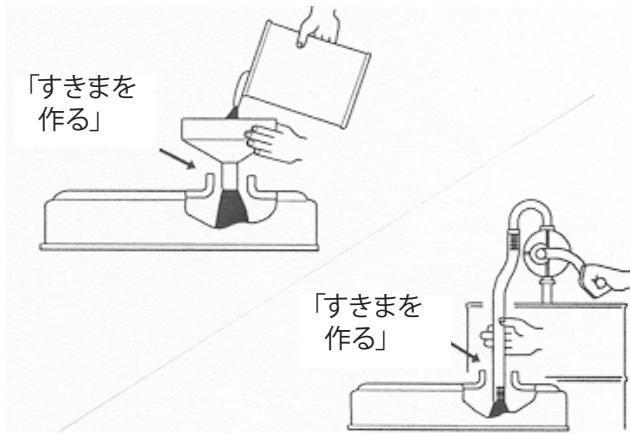

図 15
**重要** エンジン・オイルを補給する時には、補給口とジョウゴなどの間に、図 15 に示すようなすき間が必要です。これは補給の際に通気を確保し、オイルがブリーザ内部に侵入しないようにするためです。この手順を守らないとエンジンに重大な損傷が発生する可能性があります。